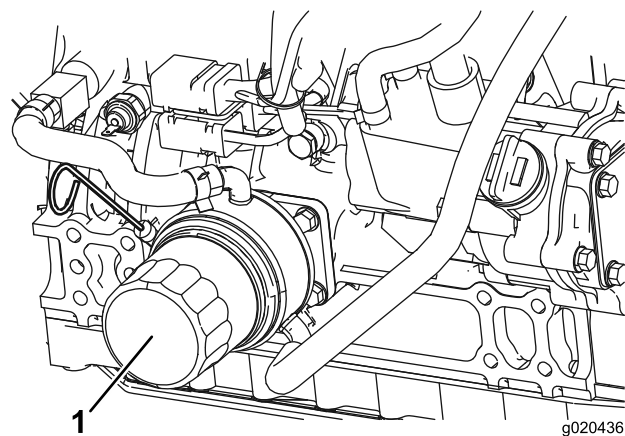

Рисунок 51
2. Извлеките масляный фильтр (**Рисунок 51**). Перед установкой нового фильтра нанесите на его уплотнение тонкий слой чистого масла. **Не перетягивайте фильтр.**